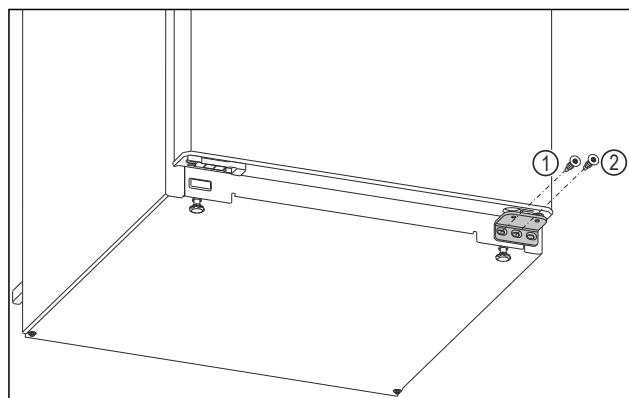

Fig. 6
- ▶ Выверните на нижнем опорном кронштейне внутренний винт при помощи отвертки Torx 20. Fig. 6 (1)
- ▶ Выверните на нижнем опорном кронштейне центральный винт при помощи отвертки Torx 20. Fig. 6 (2)